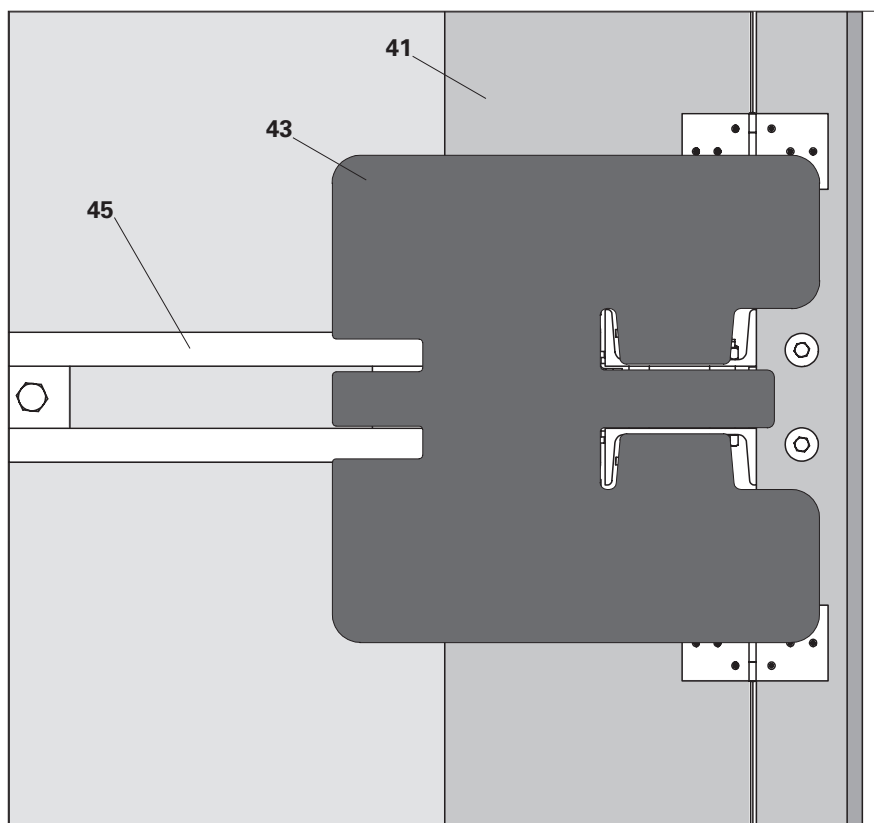

Fig. C4.07
1. Ricoprire gli spazi vuoti rimanenti nell'area dell'attacco solaio disp. sosp. RCS con il tappetino di copertura RCS 70x70 (**43**). (Fig. C4.07)